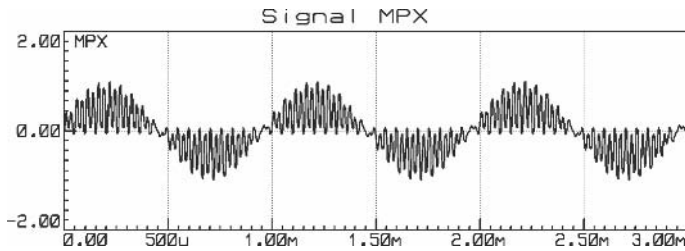

Figure 7.8
**Sepatoo** – Et, en figure 7.8, une des deux entrées BF ne reçoit rien, et l'on a toujours le pilote 19 kHz. Je constate que l'on a la même chose que sans le pilote 19 kHz.